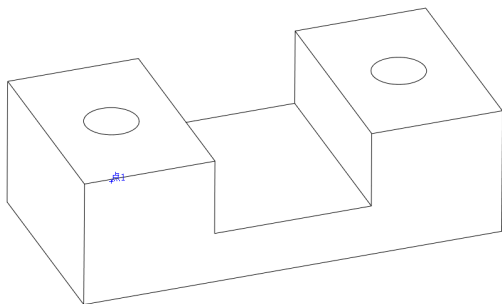

图 4-36 创建基准点对象
(4) 单击【确定】按钮，即可创建基准点对象，效果如图 4-36 所示。